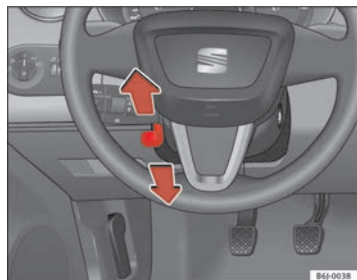

Fig. 93 Regolazione in altezza del volante
- Abbassare la leva ⇒ fig. 93 che si trova sotto il piantone dello sterzo ⇒ ⚠.
- Posizionare il volante nel modo desiderato ⇒ fig. 93.
- Regolare il sedile del conducente o la posizione del volante in modo tale che la distanza tra il volante stesso e lo sterno del conducente sia di almeno 25 cm ⇒ fig. 93. Se la distanza minima non viene rispettata, l'efficacia del sistema degli airbag si riduce, con gravi rischi per l'incolumità delle persone (non escluso quello di morte).